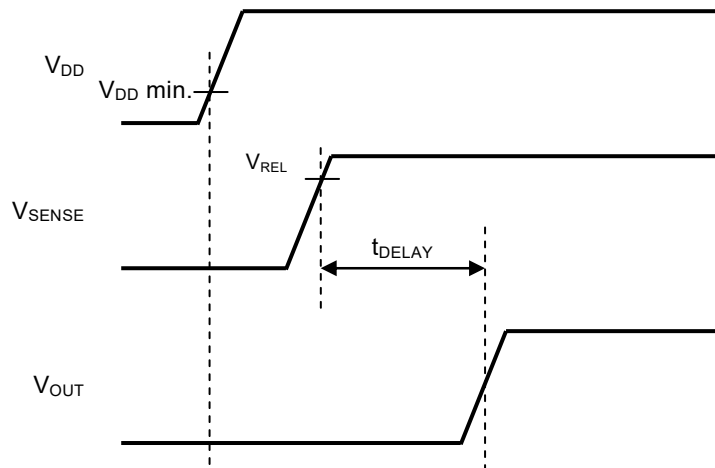

図23
- (1) VDD端子、SENSE端子の順番 (図23参照)
- (2) VDD端子、SENSE端子同時